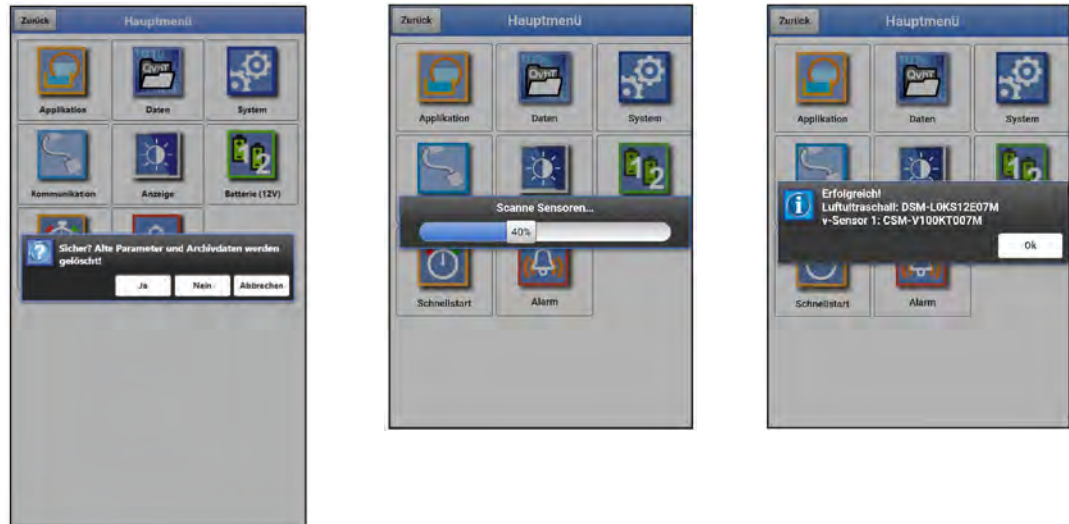

Abb. 38-2 Sicherheitsabfrage „Löschen von Parametern und Daten“
4. Eine der verschiedenen Auswahlmöglichkeiten anwählen (Abb. 38-2):